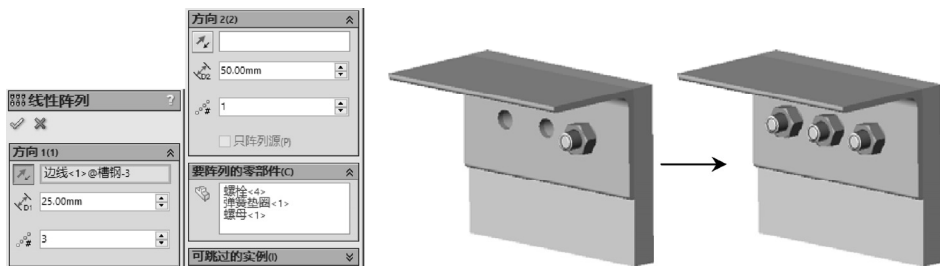

图 5-51 典型的线性零部件阵列
- 线性零部件阵列 ：单击后可以生成一个或两个方向的零部件阵列，如图 5-51 所示，此时可以设置在哪个方向或哪两个方向上进行零部件阵列操作，并可设置阵列的间距和个数。